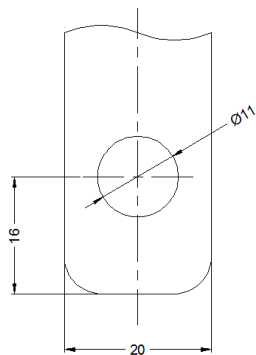

图 3-9 DC 接线铜排孔径尺寸图(mm)
(2) 针对不同路数的直流输入，推荐每个输入铜排只接一根电缆，直流接线铜排尺寸如图3-9所示，电缆线径大小建议如下表3-4所示。